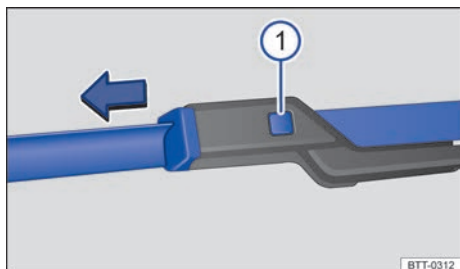

Fig. 134 Sustituir las escobillas de los limpiaparabrisas.
- Mantener la tecla de desbloqueo → fig. 134 ⓘ presionada y, al mismo tiempo, retirar la escobilla del limpiaparabrisas en el sentido de la flecha.